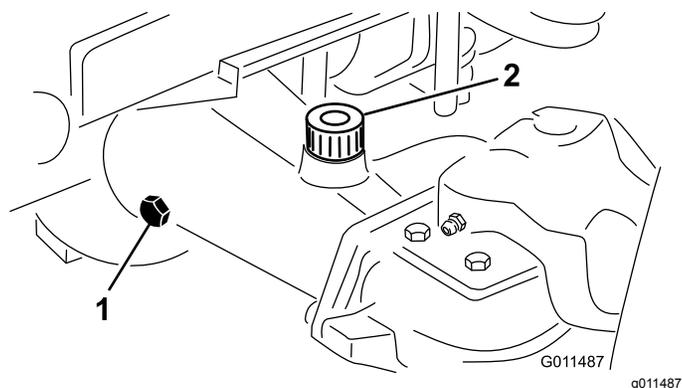

Figura 13
2. Togliete il tappo di controllo da un'estremità del ponte (Figura 13) e verificate che il lubrificante raggiunga la base del foro. Se il livello è basso,
togliete il tappo di riempimento (Figura 13) e rabboccate con lubrificante finché non raggiunge la base del foro del tappo di controllo.